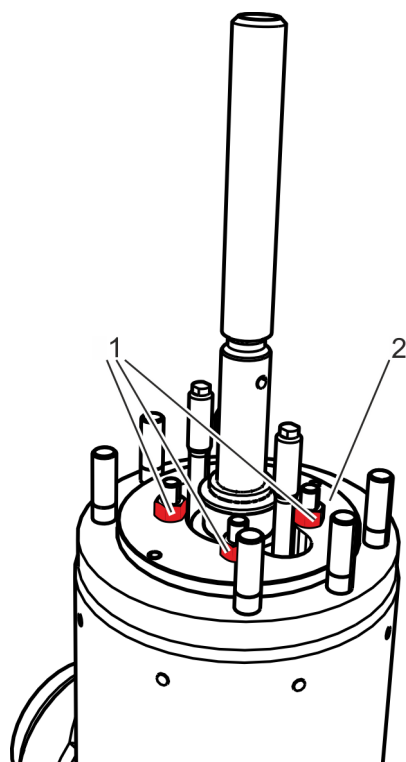

Fig. 33: Enroscar las tuercas de la tapa de fijación
20. Coloque la tapa de fijación (Fig. 33/2) desde arriba en caso necesario.
Atornille la tapa de fijación (Fig. 33/2) a los espárragos roscados con las tuercas (Fig. 33/1) siguiendo el esquema en cruz.